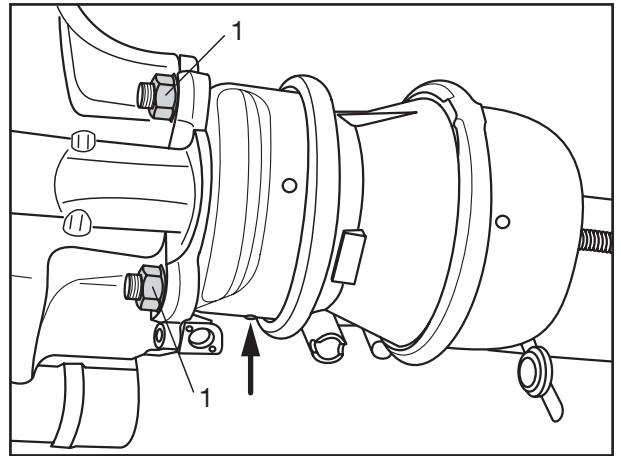

Fig. 7
- [15] Loosen both attachment nuts (Fig. 7/1) M 16 x 1.5 - spanner size 24 - on the housing of the brake.
- [15] Dévisser les deux écrous (Fig. 7/1) de fixation M 16 x 1,5 - SW 24 du carter de frein.
[18] Bremszylinder ansetzen und mit neuen Befestigungsmuttern (Fig. 7/1) montieren.
[18] Position the brake cylinder and install it using new mounting nuts (Fig. 7/1). Tightening torque:
[18] Accoster le cylindre de frein et le fixer avec des écrous de fixation neufs (Fig. 7/1).